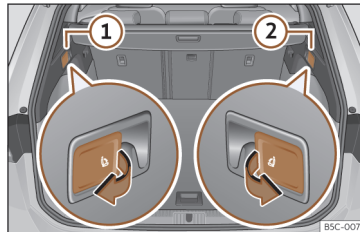

Fig. 113 În portbagaj: manete pentru deblocarea spătarului banchetei spate.
- Trageți maneta pentru deblocarea părții din stânga»» fig. 113 ① sau dreapta ② a spătarului banchetei, în direcția indicată de